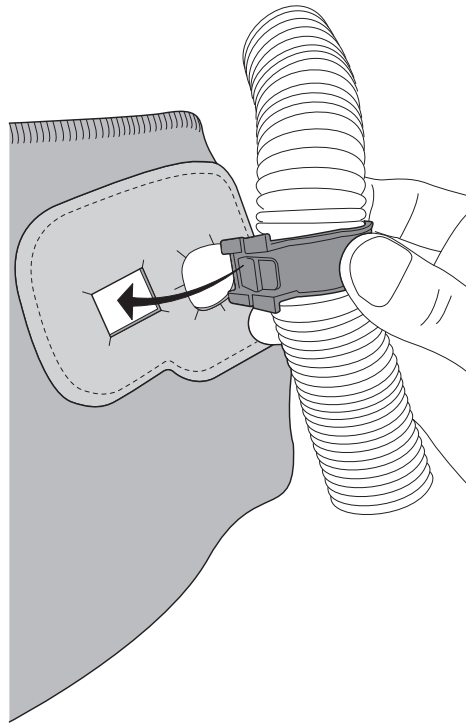

Fig. 18b
- b. Mientras sostiene el anillo del soporte del tubo del conducto de aire, empújelo a través del orificio rectangular de la parte posterior del protector (Fig. 18b).